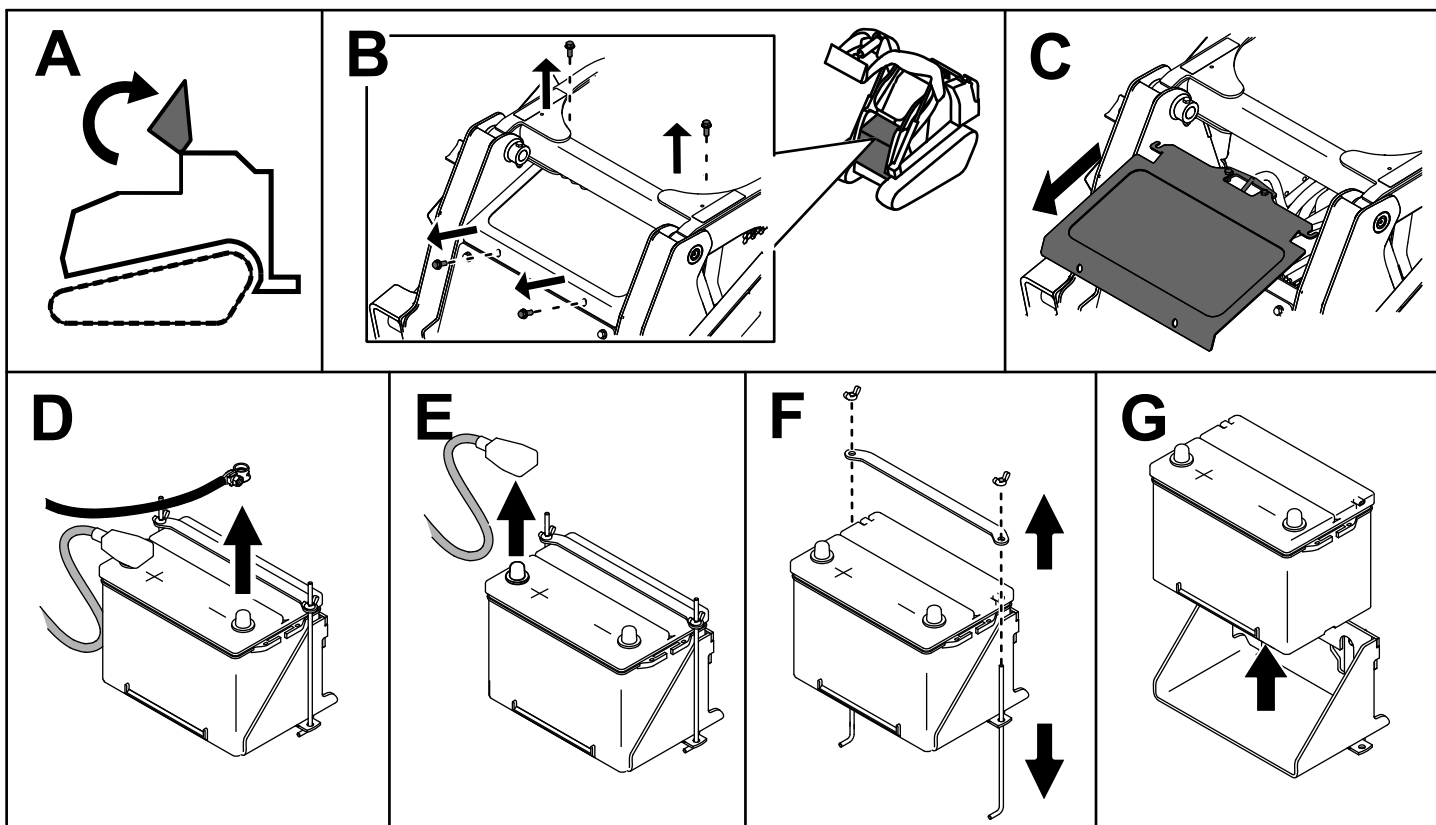

Figura 49
3. Îndepărtați bateria în modul indicat în Figura 49.